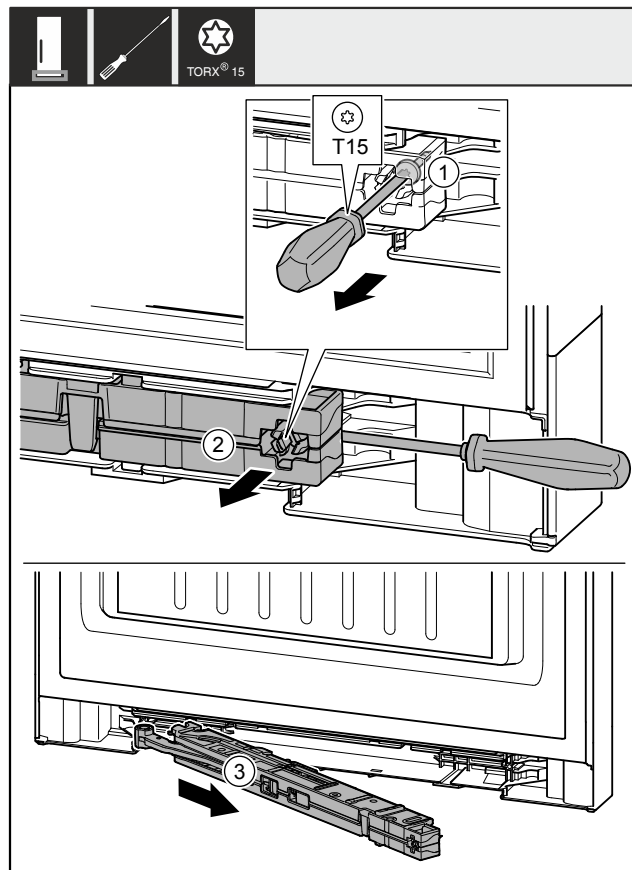

Fig. 11
- Afloje el tornillo Fig. 11 (1) de la unidad del amortiguador de cierre con un destornillador aprox. 14 mm.
- Haga palanca con un destornillador para sacar la unidad del amortiguador de cierre Fig. 11 (2) del lado del tirador hacia delante.
- Extraiga la unidad del amortiguador de cierre Fig. 11 (3).